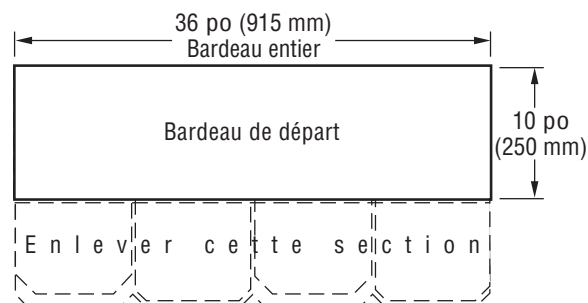

Figure 17-7 : Fabriquez des bardeaux de départ en enlevant les languettes inférieures de 8 po.
- ◆ Lors de la pose de bardeaux Carriage House, la rangée de départ sera composée de bardeaux Carriage House dont la partie inférieure de 8 po a été enlevée. La méthode la plus simple consiste à couper en ligne droite sur la longueur du bardeau, juste au-dessus du haut des découpes (Figure 17-7).